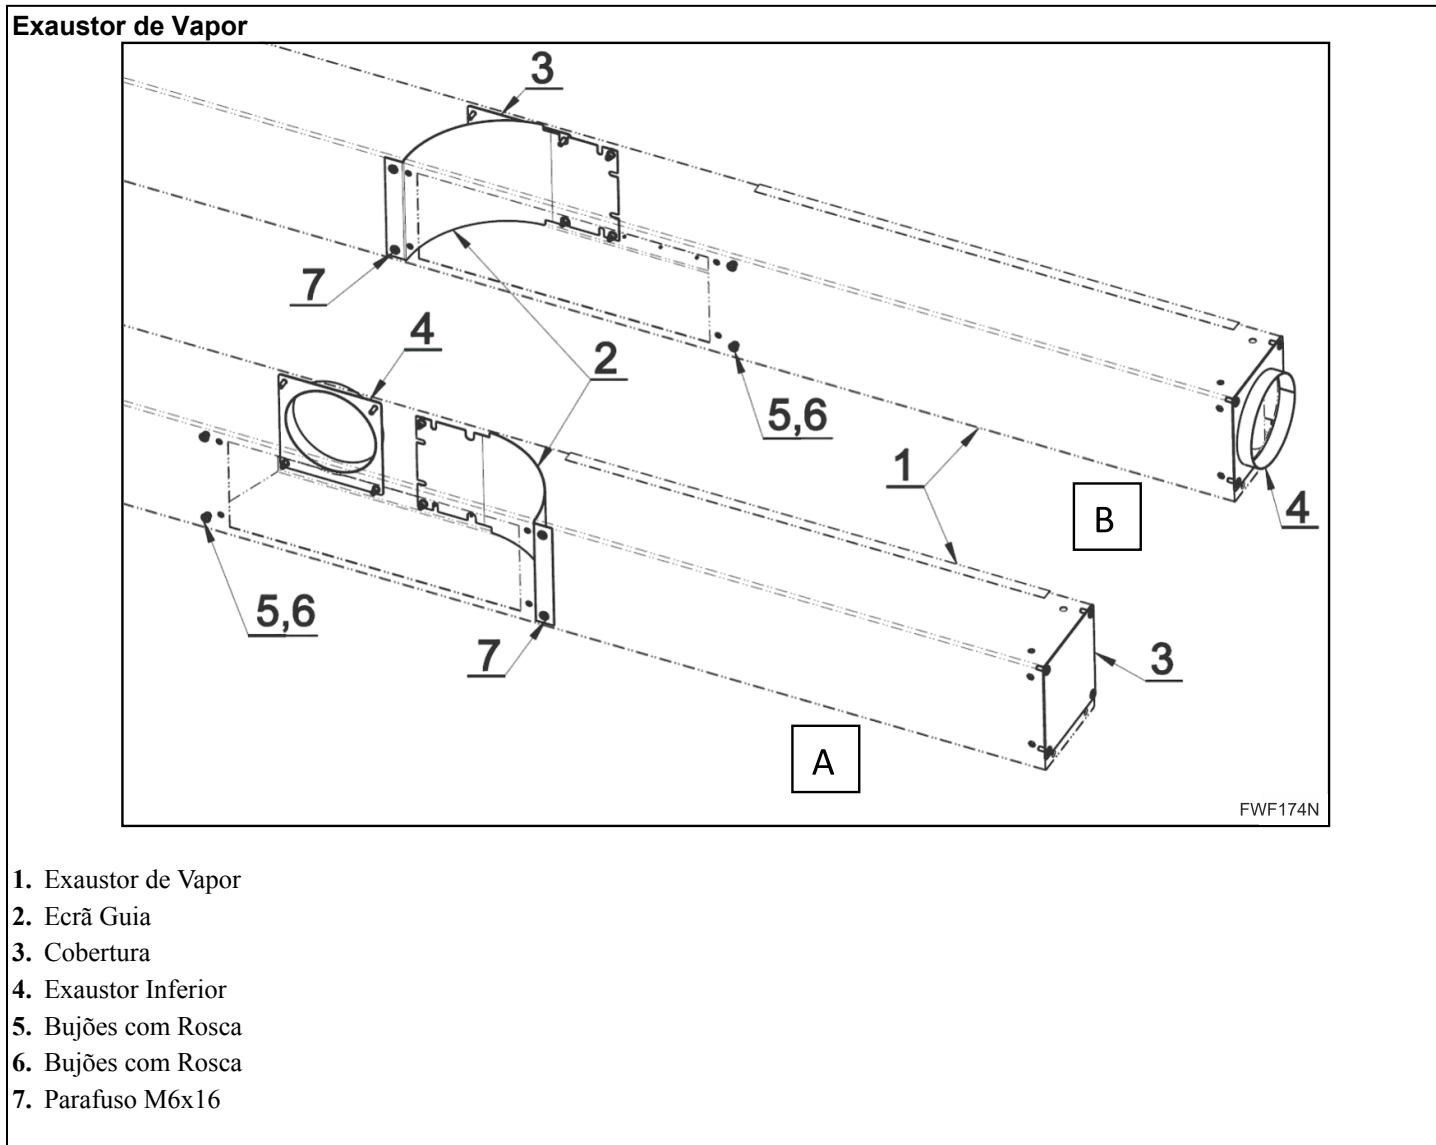

Figura 26
- As máquinas são fornecidas em duas versões no que diz respeito ao sistema de exaustão de vapor. Consulte *Figura 26* e o capítulo *Ligação a Exaustor de Vapor*.
- A – exaustão de vapor para trás: *Figura 26* – versão A e *Figura 1*.
- B – exaustão de vapor para a direita: *Figura 26* – versão B e *Figura 12*.
- Altere a posição do ecrã guia (2)
- Faça a transposição das posições dos bujões com rosca (5), (6) – 2 unidades
- Faça a transposição dos componentes (3) e (4)